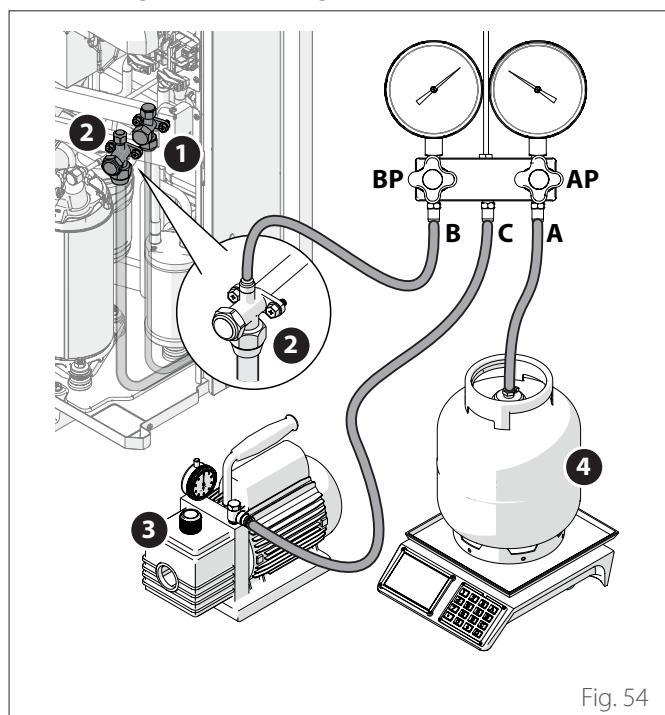

Fig. 54
- Assegure-se de que intercetou a ligação entre **(A)** e **(C)** ("Fig. 54").
- Abra as válvulas de corte **(1)** e **(2)** da unidade ("Fig. 54").